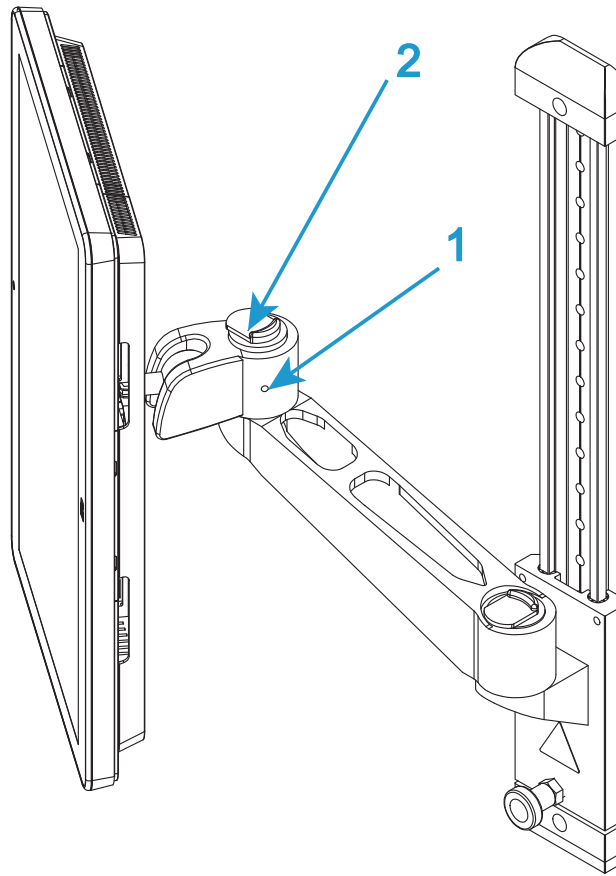
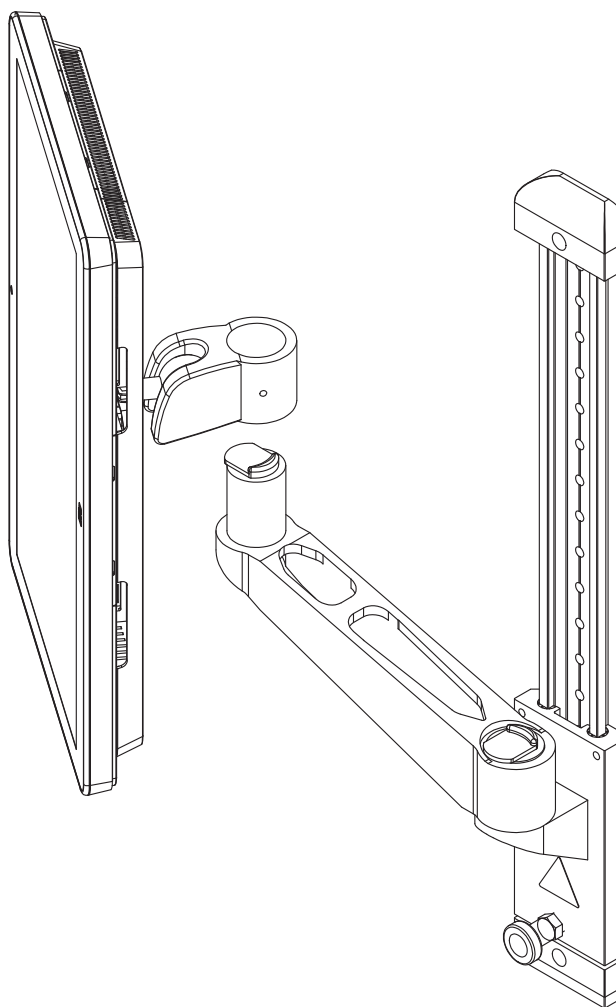

図10. 取り付けアーム
図11. 持ち上げて取り外す
3. 必要に応じて、取り付けアームの「継手部分」の側面にある固定ねじを緩めます（51 ページの図 10 の 1）。
4. 「継手部分」上部のリリース機構（51 ページの図 10 の 2）を操作して Bluehill® オペレータ ダッシュボードを持ち上げ、取り付けアームから外します（52 ページの図 11）。